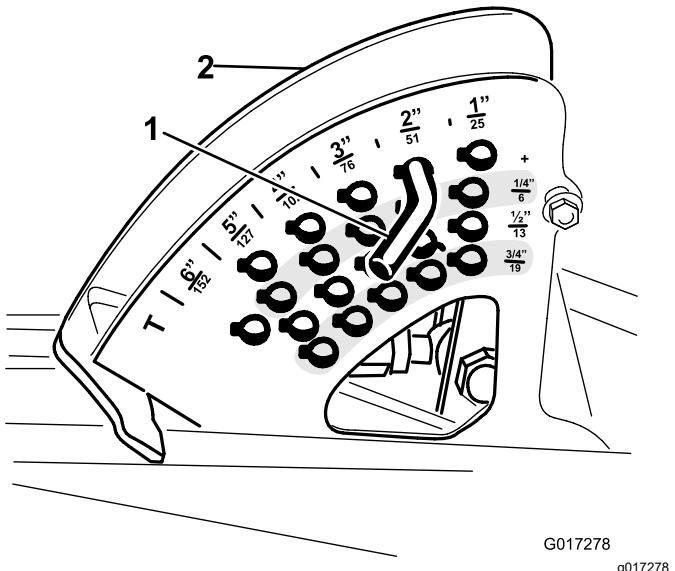

Figura 5
3. Observe la posición del pasador en el soporte de altura de corte para su montaje posterior (Figura 5). Retire el pasador del soporte de altura de corte.
- 6. Instale el pasador de altura de corte en el soporte a la altura de corte deseada (Figura 5).